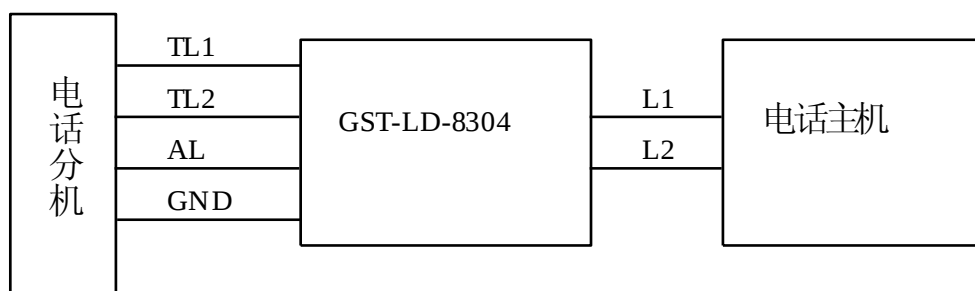

图 6 GST-TS-100A 与电话主机连接系统图
2. GST-TS-100A 通过 GST-LD-8304 消防电话模块与电话主机相连接，系统图如图 6 所示。